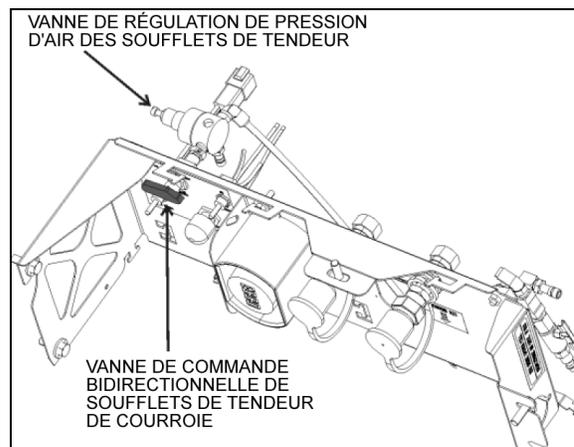

FIGURE 39: SOUPAPE DE COMMANDE DU TENDEUR DE COURROIE – SÉRIE H3 12219
2. Pour les véhicules équipés d'un troisième alternateur, la tension de la courroie est aussi appliquée grâce à un soufflet pneumatique (Figure 37). Tourner la soupape de commande à deux voies du tendeur de courroies dans le sens antihoraire pour libérer la pression du soufflet (Figure 39).
Pour les véhicules de la série H3 équipés d'un 3e alternateur, (Figure 37) la tension de la courroie est aussi appliquée grâce à un soufflet pneumatique ajusté par un régulateur de pression d'air (Figure 39). La pression adéquate de 45 psi est réglée en usine. Vérifier périodiquement la pression du régulateur avec un manomètre, et la corriger au besoin.
La tension de la courroie est appliquée grâce à un soufflet pneumatique qui est ajusté par un régulateur de pression d'air (Figure 39). La pression adéquate de 45 psi est réglée en usine.